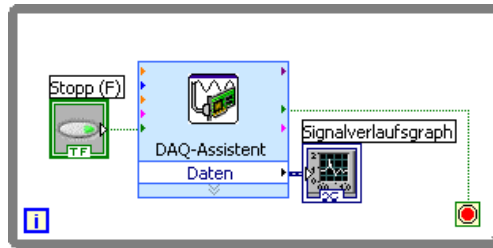

Abbildung 4-2. Blockdiagramm des VIs "Spannungssignale erfassen"
7. Klicken Sie auf die Schaltfläche **Ja**. Um das Express-VI “DAQ-Assistent” und den Graphen wird eine While-Schleife gelegt. Außerdem wird im Blockdiagramm eine Stopp-Schaltfläche angezeigt, die mit dem Stopp-Eingang des Express-VIs “DAQ-Assistent” verbunden ist. Der Ausgang **gestoppt** des Express-VIs ist mit dem Bedingungsanschluss der While-Schleife verbunden. Ihr Blockdiagramm sollte jetzt in etwa aussehen wie Abbildung 4-2.